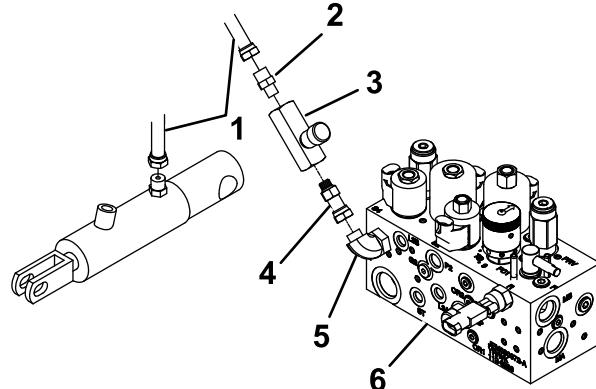

Bild 1
4. Befestigen Sie das gerade Adapteranschlussstück und den geraden Drehzapfenanschluss am Flusssteuerungsöffnungsventil, wie in Bild 1 dargestellt.
7. Befestigen Sie den geraden Drehzapfenanschluss am Flusssteuerungsöffnungsventil am Winkelanschluss am Verteilerblock (Bild 1).